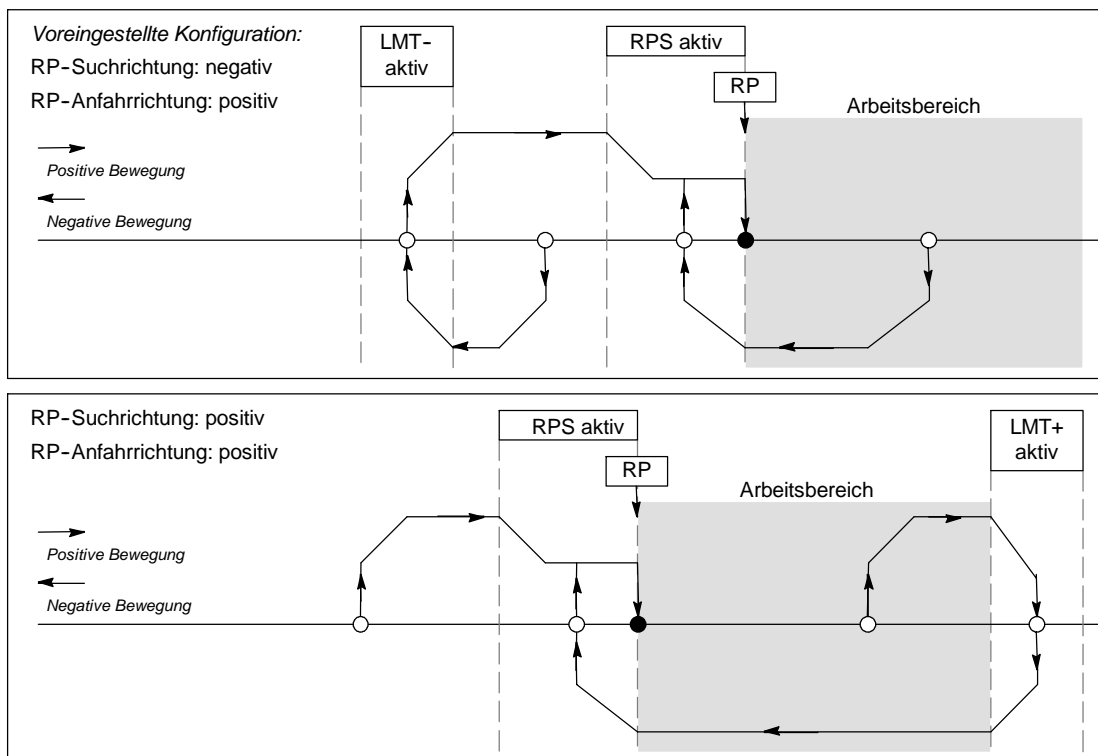

Bild 9-21 RP-Suchmodus 1
- Bild 9-21 zeigt zwei der Optionen für den RP-Suchmodus 1. In diesem Modus wird die Lage des RP an der Stelle ermittelt, an der der Eingang RPS beim Anfahren von der Arbeitsbereichsseite aktiv wird.